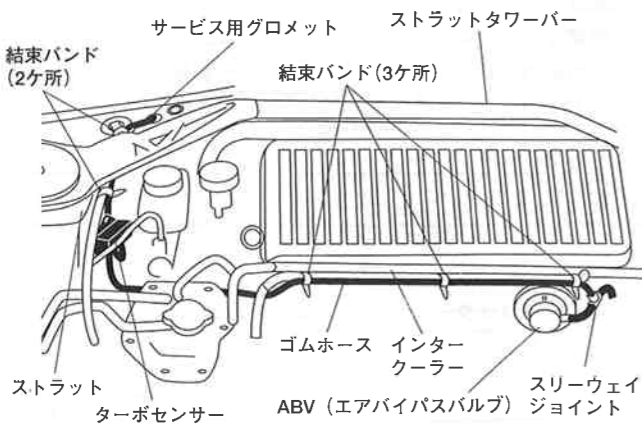

図2-2
- 5.ストラットのネジ穴(下側)にターボセンサーを付属の六角ボルトで固定してください。(図2-2)
- 6.4.で取り付けしたゴムホースをインタークーラーに結束バンド(3ヶ所)で固定してください。(図2-2)
- 7.ターボセンサーハーネスを車体側の配線と結束バンド(2ヶ所)で共締めしてください。(図2-2)
- 8.サービス用グロメットを外します。これにカッターで切りかきを入れてください。切りかいた穴からセンサーハーネスを通して車室内へ引き廻し、再びサービス用グロメットをはめてください。(図2-2)